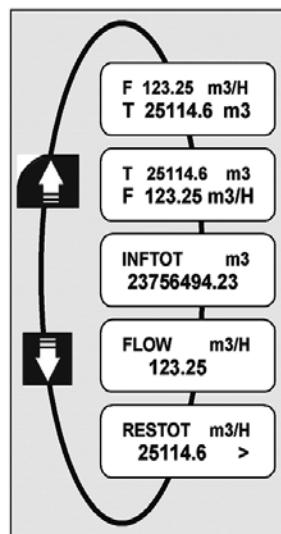

Figura 12 – Nivel de Vista
3. Para seleccionar el ítem que usted quiere ver, oprima las flechas HACIA ARRIBA o HACIA ABAJO (Figura 12).